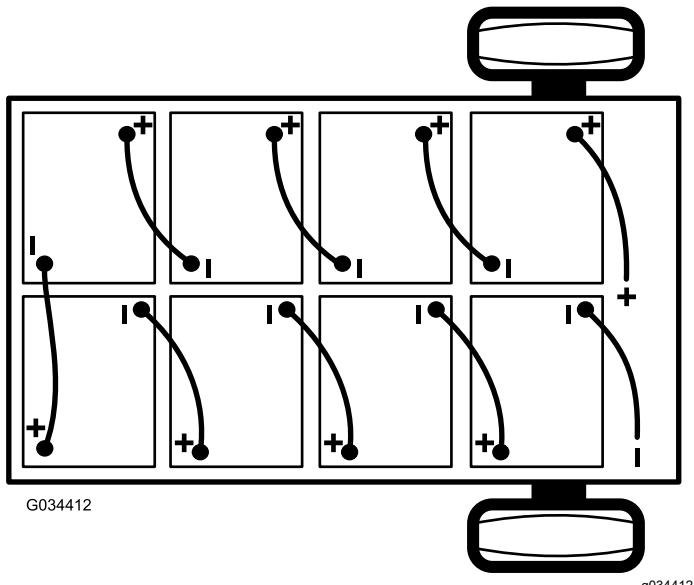

Bild 40
2. Schließen Sie das Hauptminuskabel (schwarz) ab, mit dem die Batterien an der Erdungsstelle der Maschine angeschlossen sind (Bild 40).
- Schließen Sie das Hauptpluskabel (rot) der Batterie ab, mit dem die Bank der Batterien am Hauptanschluss der Maschine angeschlossen ist (Bild 40).
Hinweis: Achten Sie auf die Batteriepolarität, wenn Sie neue Batterien einsetzen (Bild 40).
- Schließen Sie die Batterien mit den Batterieverbindungskabeln, die Sie in Schritt 1 entfernt haben, zusammen, wie in Bild 40 abgebildet.
- Schließen Sie das Hauptpluskabel (rot) der Batterie zwischen der Bank der Batterien und der Maschine an (Bild 40).
- Schließen Sie das Hauptminuskabel (schwarz) zwischen den Batterien und der Maschine an (Bild 40).